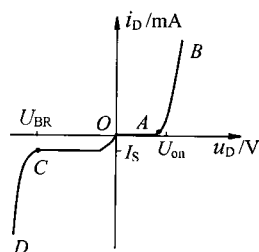

图 1-7 PN 结伏安特性
(1) 正向特性又可分为两段：
①死区段。对应于图 1-7 中 OA 段，此时 PN 结虽然加正向电压，但外加电压小于 PN 结内电场电压，因此 PN 结仍处于截止状态。死区电压又称为门坎电压或开启电压，用 U_{th} 表示，硅材料 $U_{th} \approx 0.5V$ ，锗材料 $U_{th} \approx 0.2V$ 。
②导通段。对应于图 1-7 中 AB 段，此时外加电压大于 PN 结内电场电压，PN 结处于导通状态。导通电压用 U_{on} 表示，实际上是 PN 结导通时的正向压降，硅材料 $U_{on} = 0.6 \sim 0.7V$ ，锗材料 $U_{on} = 0.2 \sim 0.3V$ 。
(2) 反向特性也可分为两段：
①饱和段。对应于图 1-7 中 OC 段，此时 PN 结处于反偏截止状态，仅有少量反向电流，用 I_s 表示。因反向电流主要取决于温度而与外加电压基本无关，因此 OC 段与横轴基本平行，呈饱和特性，即反向电流基本上不随外加反向电压增大而增大。
②击穿段。对应于图 1-7 中 CD 段，此时由于外加反向电压超出 PN 结能承受的最高电压 U_{BR} ，反向电流急剧增大。